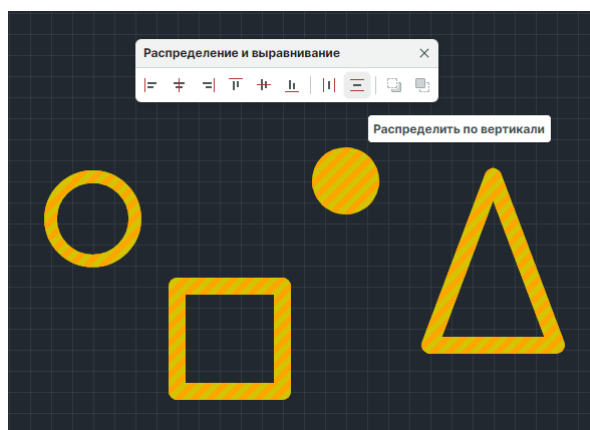

Рис. 403 Выбор инструмента
2. На панели «Распределение и выравнивание» выберите инструмент «Распределить по вертикали», который обозначен иконкой , см. Рис. 403.